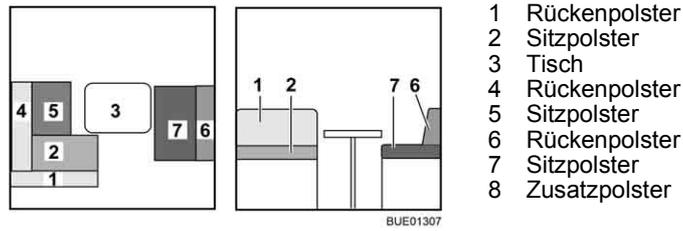

Bild 127 Vor dem Umbau
- Tisch (Bild 127,3) zum Bettunterbau umbauen (siehe Abschnitt 6.10).
- Die Rückenpolster (Bild 127,1 und 4) abnehmen und beiseite legen.